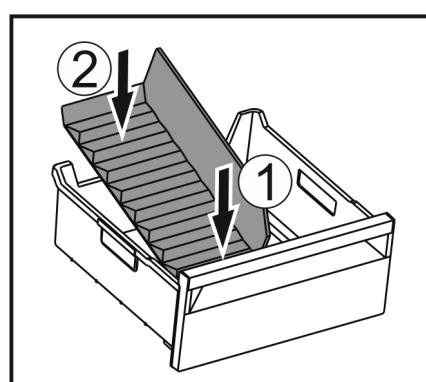

Fig. 75
- Vložte prednú časť oddelovača zásuvky na ľad. Fig. 75 (1)
- Spustite zadnú časť oddelovača zásuvky na ľad až na dno zásuvky. Fig. 75 (2)